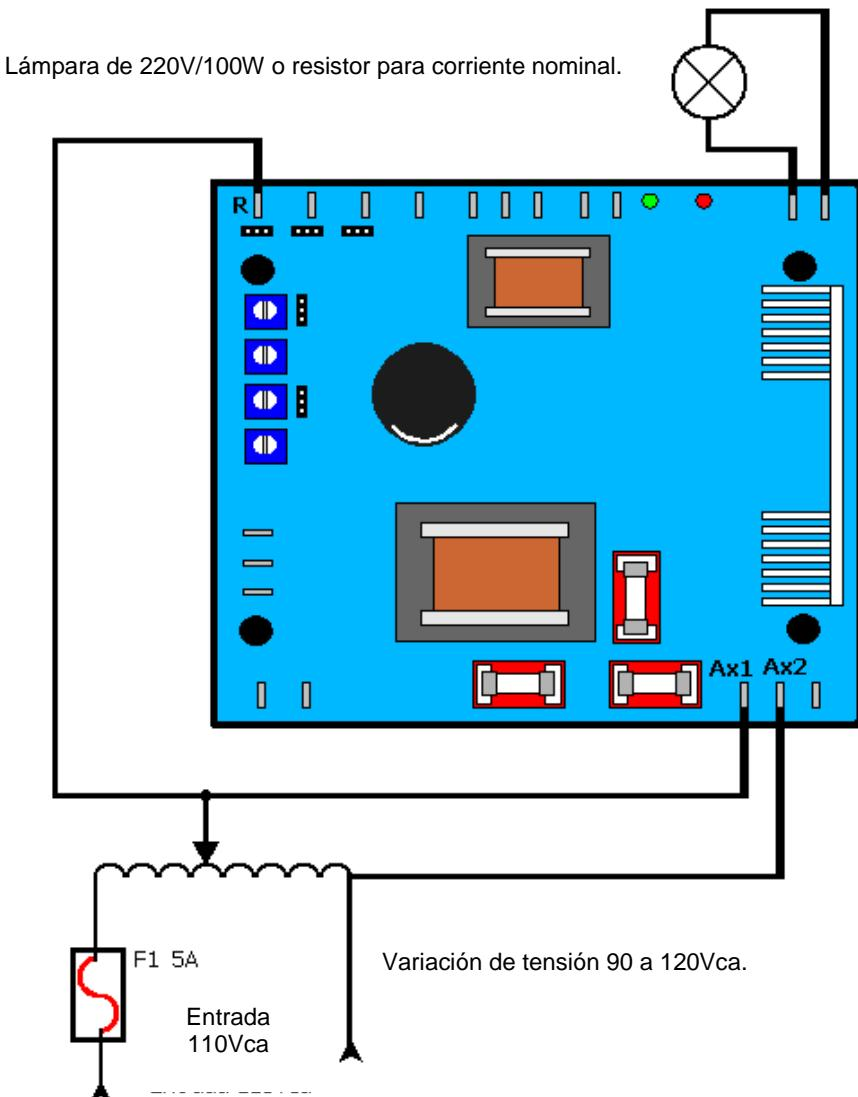

Figura 24.1 – Conexión del Regulador Sin Generador.
1. La tensión de la lámpara debe ser igual o superior a la tensión aplicada en la entrada. La figura 24.1 muestra un ejemplo utilizando una lámpara de 220V/100W.